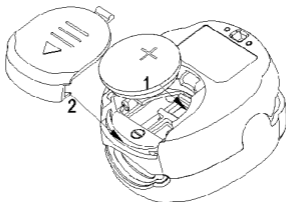

Abbildung 2
- Die Batterie in das entsprechende Fach einlegen und auf die richtige Polarität achten (siehe Abbildung. 2).